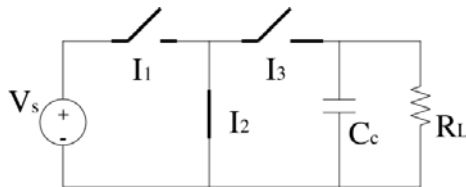

Figura 2
3.- Calculeu l'aïllament que s'obté en el circuit de la figura 2 a 100 kHz quan s'utilitzen interruptors que tenen $R_{ON}=100 \Omega$, $C_S=3\text{pF}$, $C_D=7\text{pF}$, $C_{DS}=1\text{pF}$, i la càrrega és de $100 \text{ k} \Omega // 10 \text{ pF}$.